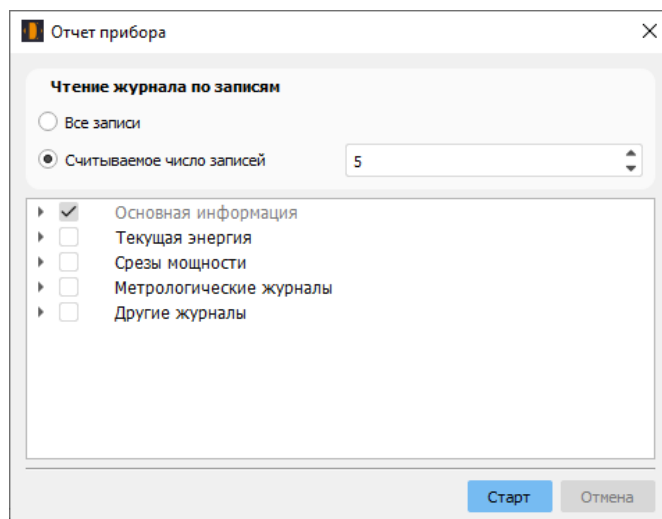

Рисунок 12
4.2.8 «Файл» → «Информация об устройстве» (рисунок 12).